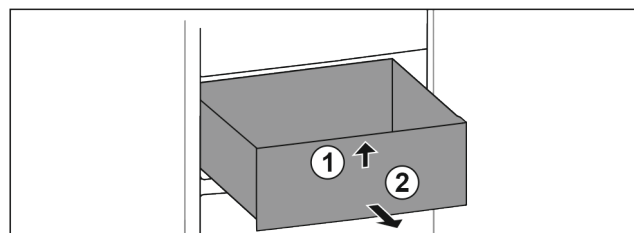

Fig. 88
- Nadvihnite zásuvku vpred. Fig. 88 (1)
- Odoberte zásuvku dopredu. Fig. 88 (2)